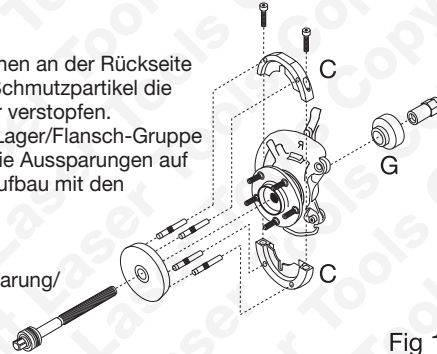
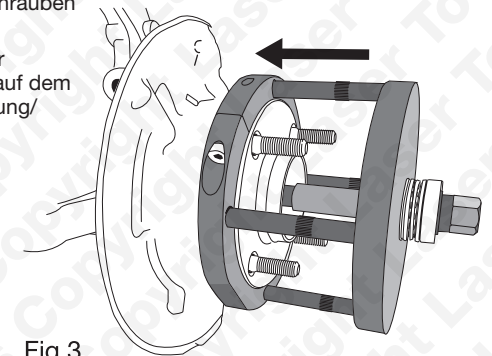
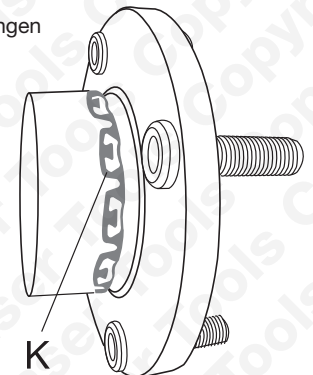

Fig 1
Fig 3
Fig 4
- Montieren Sie die Klemmschalen (Ausbau) (C) an der Lager/Flansch-Gruppe (siehe Darstellung (Abb. 1)). Achten Sie darauf, dass die Aussparungen auf den ABS-Sensor ausgerichtet sind. Sichern Sie den Aufbau mit den mitgelieferten Befestigungsschrauben (D).
- Montieren Sie die vier Austreiberstifte (E) auf der Austreiberplatte (B). Der O-förmige Gummiring auf dem Austreiberstift hält diesen sicher in der Aussparung/Buchse der Austreiberplatte.
- Setzen Sie nun den Abziehadapter (G) von hinten über das Ende der Austreiberschraube auf. Kranzende in Richtung Austreiberschraube - siehe Abb. 1.
- Sichern Sie das fertig montierte Werkzeug mit der Mutter der Austreiberschraube (F). Das Ende der Austreibermutter mit dem langen Gewinde zeigt in Richtung Austreiberschraube — Siehe Abb. 1.
- Um die Lager/Flansch-Gruppe abziehen, drehen Sie die Austreiberschraube mit einem 22 mm Steckaufsatz auf einer Ratsche oder Knarre. Kontern Sie dabei die Austreibermutter (F) mit einem 30 mm Mausschlüssel. (Verwenden Sie keine Druckluftwerkzeuge.)
- Siehe Abb. 3: Setzen Sie die Kombination aus Austreiberplatte/Austreiberstift an den Klemmschalen an und führen Sie die Hauptaustreiberschraube in diese Kombination (Austreiberplatte/Austreiberstift) ein.
- Setzen Sie nun den Einsteckadapter (I) von hinten über das Ende der Austreiberschraube auf, sodass dieser auf der äußeren Kante an der Rückseite des Nabenträgers aufsitzt.
- Um die neue Lager/Flansch-Gruppe wieder einzupressen, drehen Sie die Austreiberschraube mit einem 22 mm Steckaufsatz auf einer Ratsche oder Knarre. Kontern Sie dabei die Austreibermutter (F) mit einem 30 mm Mausschlüssel. (Verwenden Sie keine Druckluftwerkzeuge.)
- Drehen Sie die Austreiberschraube solange, bis die Lager/Flansch-Gruppe wieder vollständig in der alten Position sitzt. Sitzt diese wieder an Ort und Stelle, achten Sie darauf, dass die Griffzapfen / Dorne des profilierten Halterings (K) ordnungsgemäß in der dafür vorgesehenen Aussparung sitzen. Siehe Abb. 4.